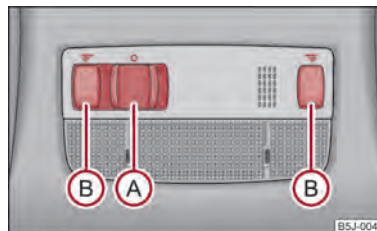

Fig. 26 Iluminarea interiorului - Varianta 1
- Dacă apăsați comutatorul (A) înspre centrul lămpii, apare simbolul ☞ ⇒ fig. 26.
- Apăsați întrerupătorul (B) ⇒ fig. 26, pentru a aprinde sau stinge lumina de citit din dreapta, respectiv din stânga.